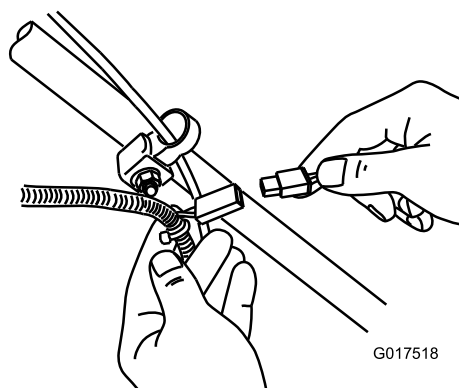

Figure 34
1. Branchez le chargeur sur le faisceau de câblage, situé sous la clé de contact (Figure 34).